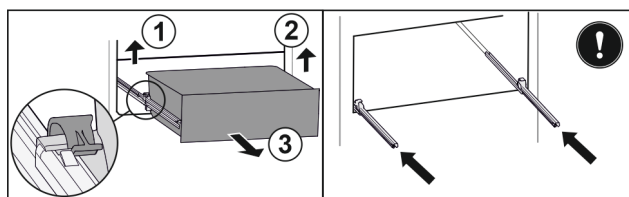

Fig. 84
- ▶ Zvedněte levou svorku a současně vytáhněte zásuvku vlevo dopředu. Fig. 84 (1)
- ▶ Zvedněte pravou svorku a současně vytáhněte zásuvku vpravo dopředu. Fig. 84 (2)
- ▶ Vyjměte zásuvku dopředu. Fig. 84 (3)